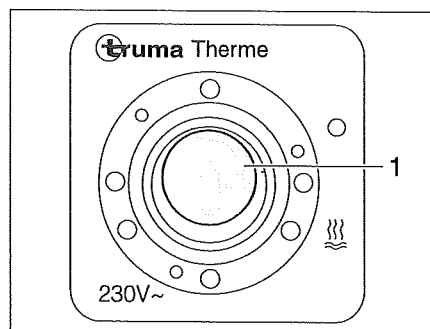

Bild 123 Brytare för varmvattenaggregat
Med brytaren (Bild 123) aktiveras eldrift. Kontrollampan (Bild 123,1) på brytaren måste lysa.
- Slå på brytaren (Bild 123). Kontrollampan (Bild 123,1) på brytaren lyser.
- Slå från brytaren (Bild 123). Kontrollampan (Bild 123,1) på brytaren slocknar.
- Slå från brytaren (Bild 123). Kontrolllampan (Bild 123,1) på brytaren lyser inte.